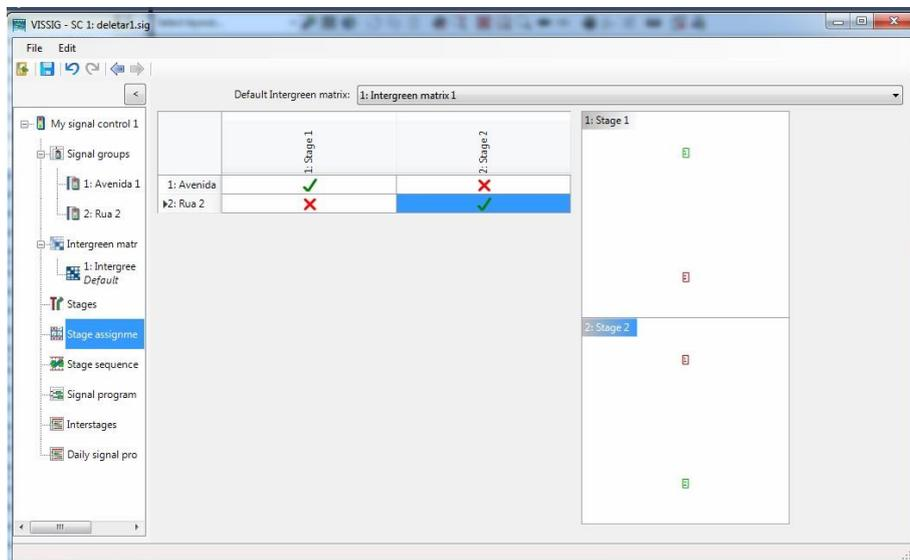

Figura 11
15. Em **Stage assignment**, selecione a **1: Intergreen Matrix 1**, na aba **Default Intergreen Matrix** e clique duas vezes nas posições (1,1) e (2,2) da matriz, de modo a deixar igual à Figura 11.